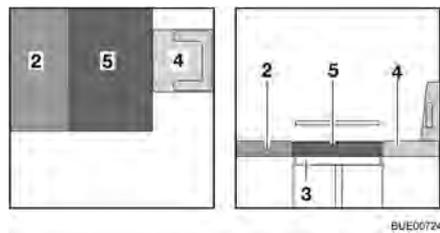

Fig. 107 Après la transformation
- Placer le coussin supplémentaire (Fig. 107,5) sur la table.
- Le cas échéant, repousser le siège conducteur (Fig. 107,4).